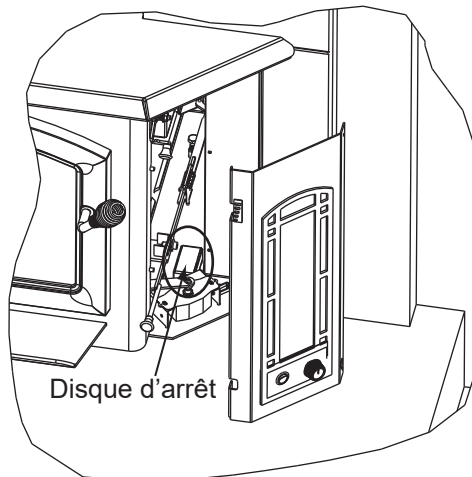

Figure 26.2 Emplacement du disque d'arrêt
1. L'ensemble de support du disque d'arrêt est situé au-dessus du boîtier du ventilateur (**Figure 26.2**).